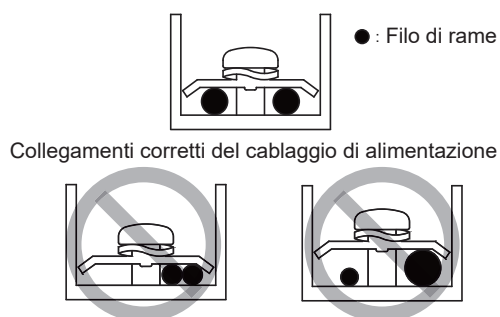

Figura 2
- non vengano collegati due cavi di alimentazione di diametro diverso allo stesso terminale di alimentazione (farlo potrebbe causare un surriscaldamento dei fili da cablaggio allentato) (vedi Figura 2).